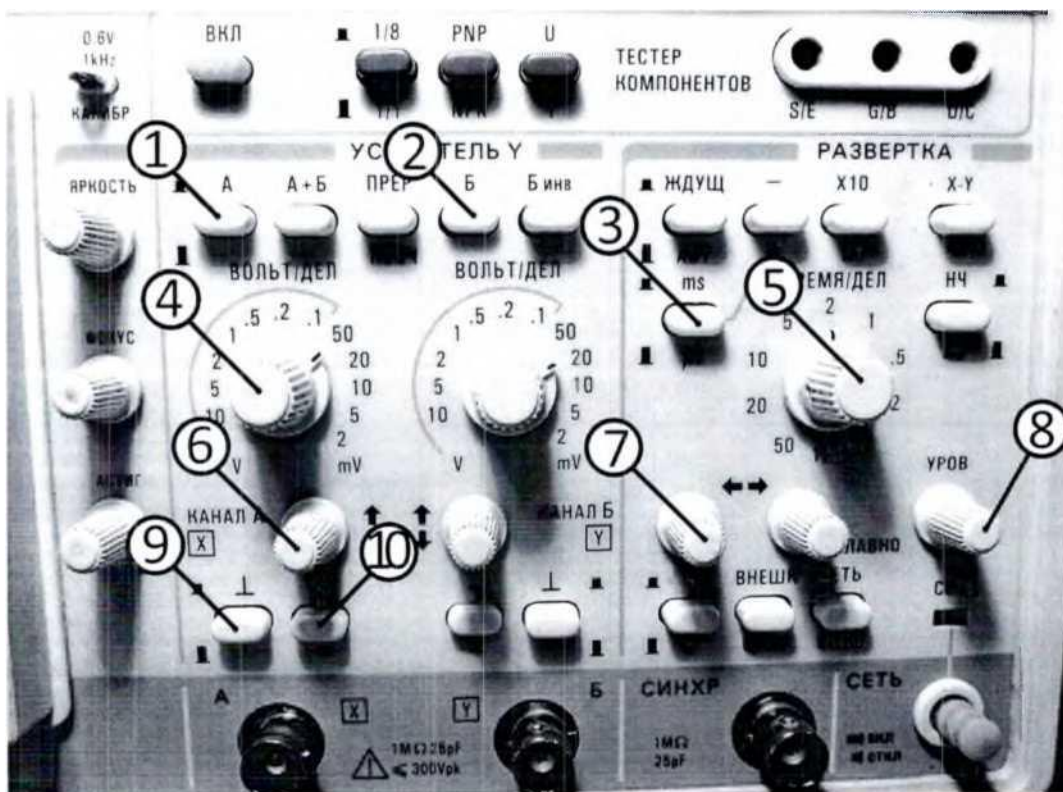

Рисунок 4 - Органы управления осциллографом С1-167
2. Нажать кнопку «Л\_» (позиция 9 рисунок 4). С помощью ручки «вверх/вниз» (позиция 6 рисунок 4) блока регулировки канала «А» и ручки «влево/вправо» (позиция 7 рисунок 4) блока развертки найти луч и выставить его по центру экрана. Ручками «Яркость» и «Фокус» добиться наиболее тонкого и в меру яркого луча. **Отключить кнопку «\_1\_».**
4. Переключателями «вольт/дел.» блока регулировки канала «А» (позиция 4 рисунок 4) и «время/дел.» блока развертки (позиция 5 рисунок 4) получить изображение сигнала на экране осциллографа. Кнопкой «ms/ps» (позиция 3) можно установить необходимый коэффициент развертки.
6. Для работы осциллографа в двухканальном режиме необходимо подключить второй коаксиальный кабель в гнездо «Б», а также нажать кнопки «А» и «Б» (позиция 1 и 2 рисунок 4). Затем, аналогично предыдущим пунктам, добиться стабильного изображения на экране осциллографа.